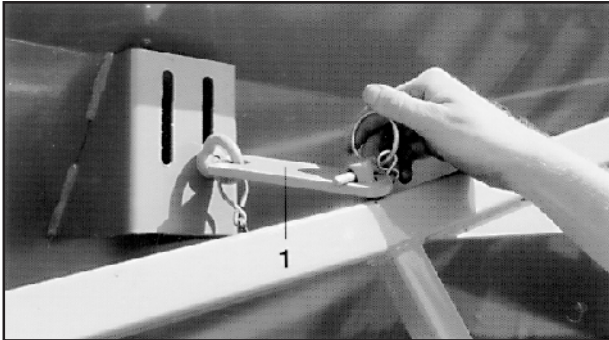

Fig. 9.4
Demontera låsjärnet (bild 9.4/1) på båda sidor.
3. **Innan fjädersprinten (bild 9.13/2) resp. låsjärnet (bild 9.4/1) lossas, kontrollera så att skruvsektionerna är låsta i spärrläget (bild 9.13/1). Risk finns annars att skruvsektionerna fälls ut oavsiktligt.**